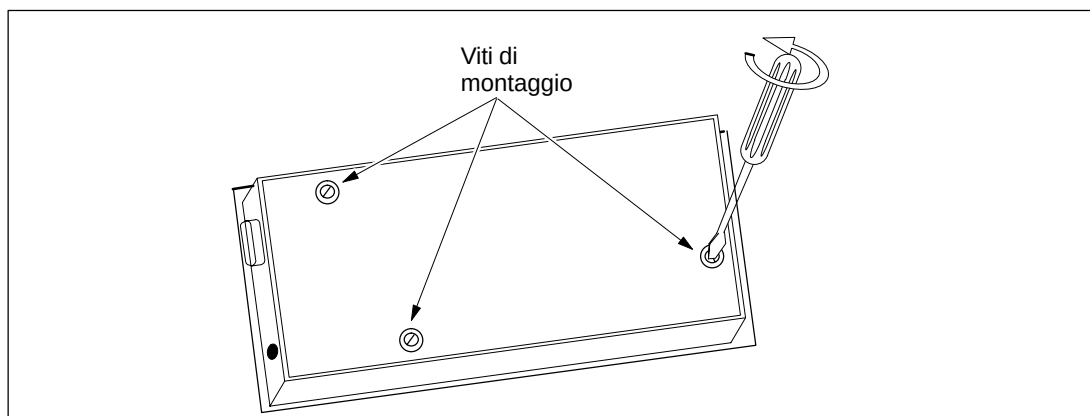

Figura 1-6 Estrazione delle tre viti di montaggio
1. Svitare le tre viti sul retro del TD 200 con un cacciavite a lama piatta o un cacciavite Torx T8. Vedere la figura 1-6.